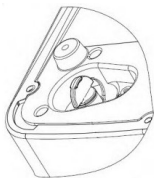

Рис. 1
- Setzen Sie den Abflusstutzen (11) wieder ein (Abb. 1).
- Waschen Sie den Eisbehälter (18) und die Eisschaufel (20) mit warmem Wasser und einem milden Reinigungsmittel, spülen Sie sie ab und trocknen Sie sie.
- Wenn die Infrarotdiode (9) und der Fotoempfänger (13) verschmutzt sind, wischen Sie sie mit einem trockenen Tuch ab.
- Achten Sie auf Reinlichkeit des Lüftungsgitters (4), für dessen Reinigung können Sie einen Staubsauger mit einem geeigneten Aufsatz verwenden.
- Wischen Sie das Gehäuse des Eiserzeugers (1) mit einem feuchten Tuch ab und wischen Sie es anschließend trocken. Verwenden Sie bei Bedarf ein mildes Reinigungsmittel.
- Корпус льдогенератора (1) и внутреннюю поверхность, протрите влажной тканью, после этого протрите насухо.
- Откройте крышку (2), выньте корзину для льда (18) взявшись за ручки (19), промойте корзину для льда (18) и совок для льда (20), тёплой водой с нейтральным моющим средством, ополосните и просушите.
- Убедитесь, в том, что сливная пробка (11) установлена на место (рис. 1).